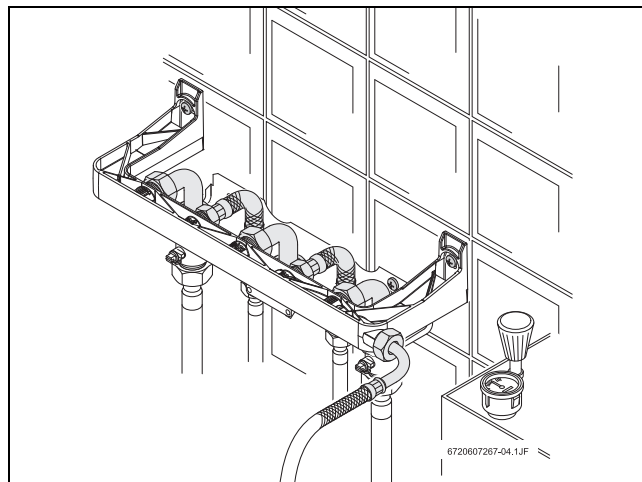

Рис. 21 Проверка на герметичность
- ▶ Проверить герметичность соединений (рис. 21).